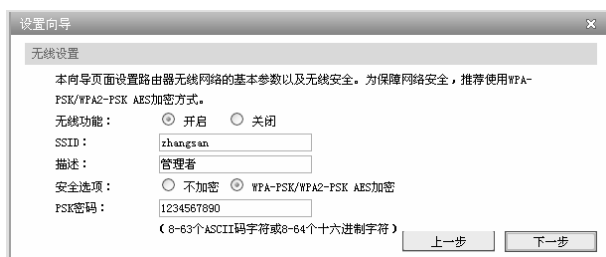

图 5-4 无线设置
4. 请进行无线设置，如图 5-4所示。SSID是无线局域网用于身份验证的登录名，即无线网络名称，为便于识别，建议修改为其他名称，例如zhangsan。为保障网络安全，推荐开启无线功能并选择WPA-PSK/WPA2-PSK AES加密，同时设置PSK密码。